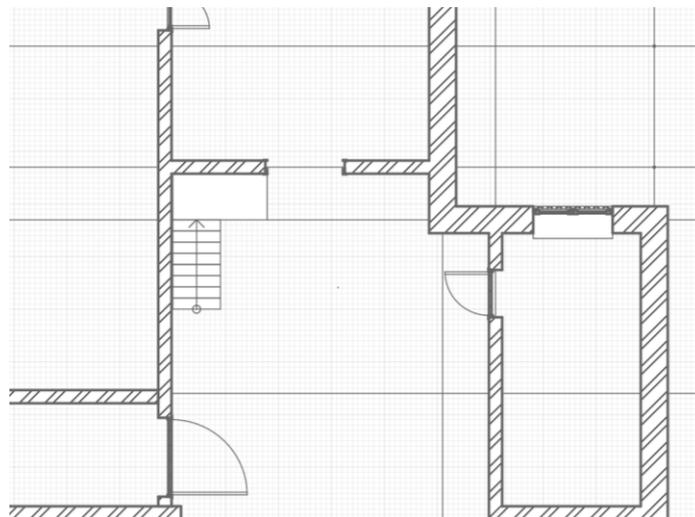

Рис. 4 Построение перекрытия
5. Перейдем на вкладку **Базовый уровень**, выберем инструмент **Перекрытие** и на смещении от уровня в **1500 мм**. при помощи способа построения **Прямая по двум точкам** создадим межлестничную площадку толщиной **200 мм**. (рис. 4)